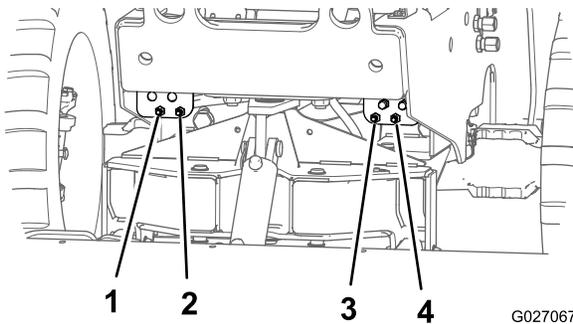

Figura 39
1. Retire los tapones de los pasamuros interior y exterior del panel hidráulico derecho (Figura 39).
1. Retire los tapones de los orificios de extensión y retracción del cilindro de inclinación del panel hidráulico izquierdo (Figura 39).